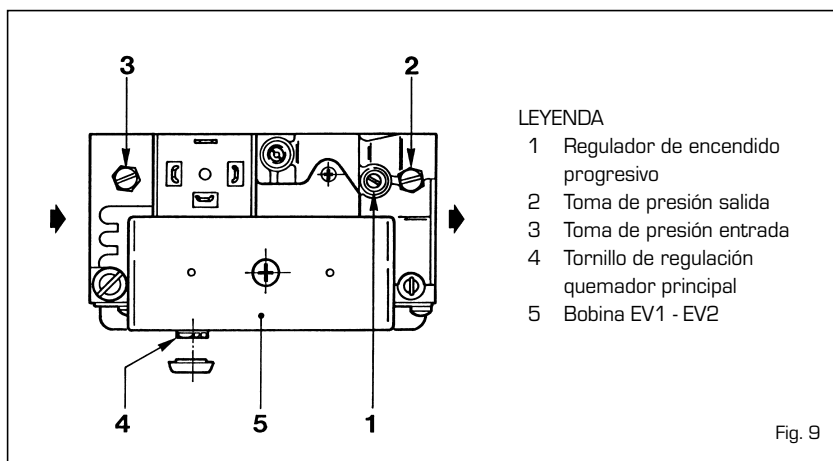
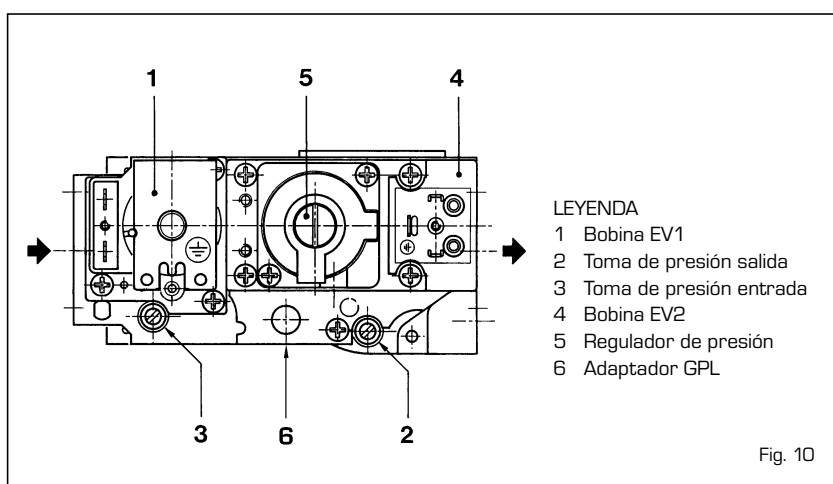

Fig. 9
Fig. 10
Las calderas "RX 19-26" están equipadas con válvula SIT 830 TANDEM (fig. 9). Al primero encendido se aconseja purgar el aire que se encuentra en el conducto gas actuando sobre la toma de presión (3).
Las calderas "RX 37+55" están equipadas con válvula HONEYWELL VR4605C (fig.10).
- Quitar el tapón puesto sobre el regulador de presión y atornillar el tornillo de regulación (4 fig. 9 - 5 fig. 10).
- Aplicar sobre la válvula ed adaptador (6 fig.10).